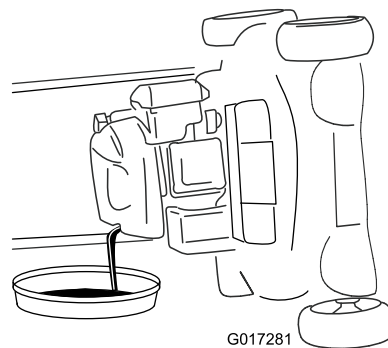

Figura 31
4. Inclinate la macchina sul fianco (di modo che il filtro dell'aria si trovi in alto) per scaricare l'olio usato attraverso il tubo di riempimento (Figura 31).